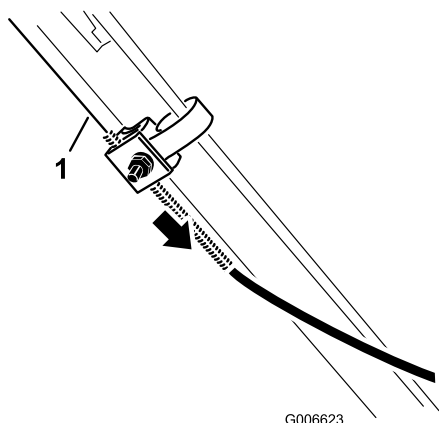

Figure 27
6. Baissez la gaine du câble (vers la tondeuse) pour éliminer le mou du câble (Figure 27).